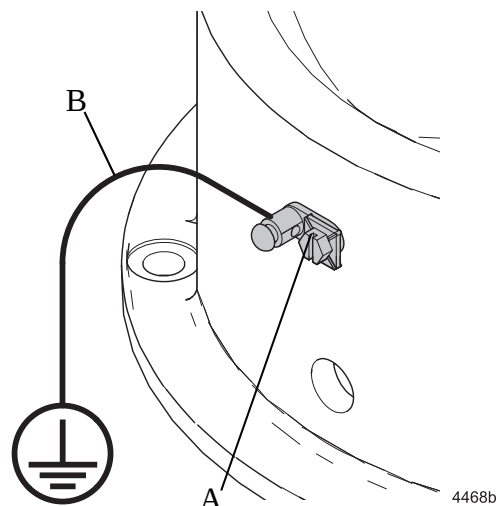

Рис. 2
Выверните винт заземления (B) и вставьте его через глаз кольцевой клеммы на конце провода заземления (A). Закрепите винт заземления на насосе и затяните надежно. См. рис. 2. Соедините другой конец провода с точкой истинного заземления. Закажите провод и зажим заземления, номер детали заказа 222011.